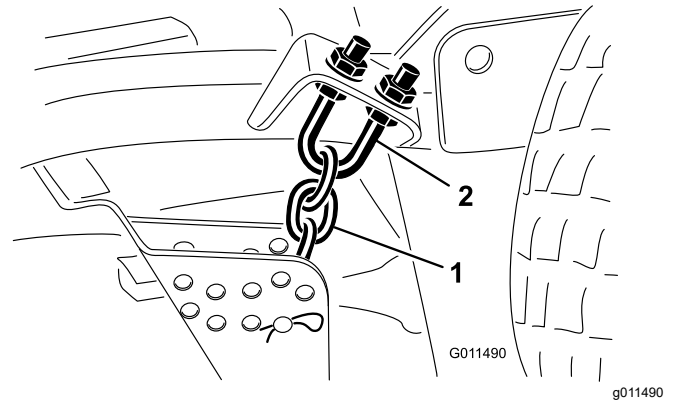

Figure 83
1. Desserrez les écrous de blocage en haut ou en bas de l'étrier fileté de la chaîne de hauteur de coupe (Figure 83).